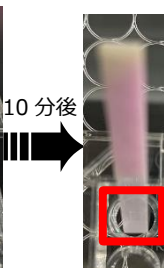

図 2-(c)
1. 標準物質溶液(CD81 Peptide 溶液)と検体溶液を、各ウェルに 20 μ L 注入する。[図 2-(a)]